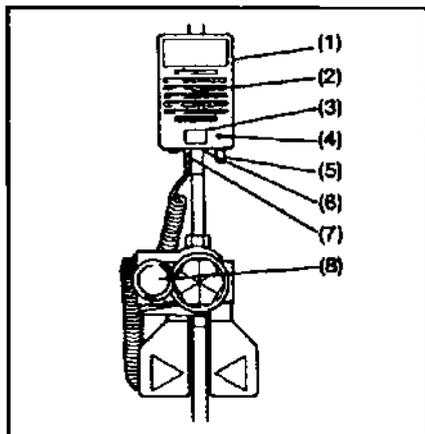

Fig. 7.1
La fig. 7.1 mostra l'Unicom montato su una mira basculante di tracciamento.
Il ricevitore dell'Unicom (8) deve essere sempre montato sulla sinistra del prisma se lo si guarda di fronte, vedere fig. 7.1. L'anello di protezione di gomma intorno al prisma, va tolto prima di montare il morsetto del ricevitore.
L'amplificatore dell'Unicom ha un congegno di interruzione incorporato che viene attivato automaticamente se il contatto con il prisma viene perso per più di 40 secondi. Ciò evita inutili usi dell'Unicom e l'esaurimento della batteria ricaricabile. L'Unicom viene acceso mediante un interruttore ON/OFF (3) situato sul pannello frontale dello strumento, fig. 7.1,